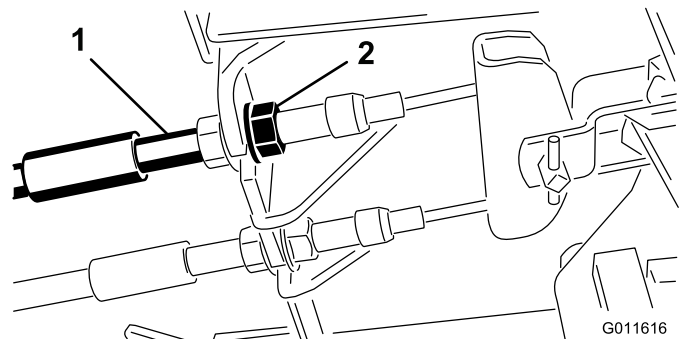

Bild 52
1. Ziehen Sie zum Reduzieren des Spiels der Bremspedale die Bremsen fester – lockern Sie dazu die vordere Mutter am Gewindeende des Bremszugs (Bild 52).